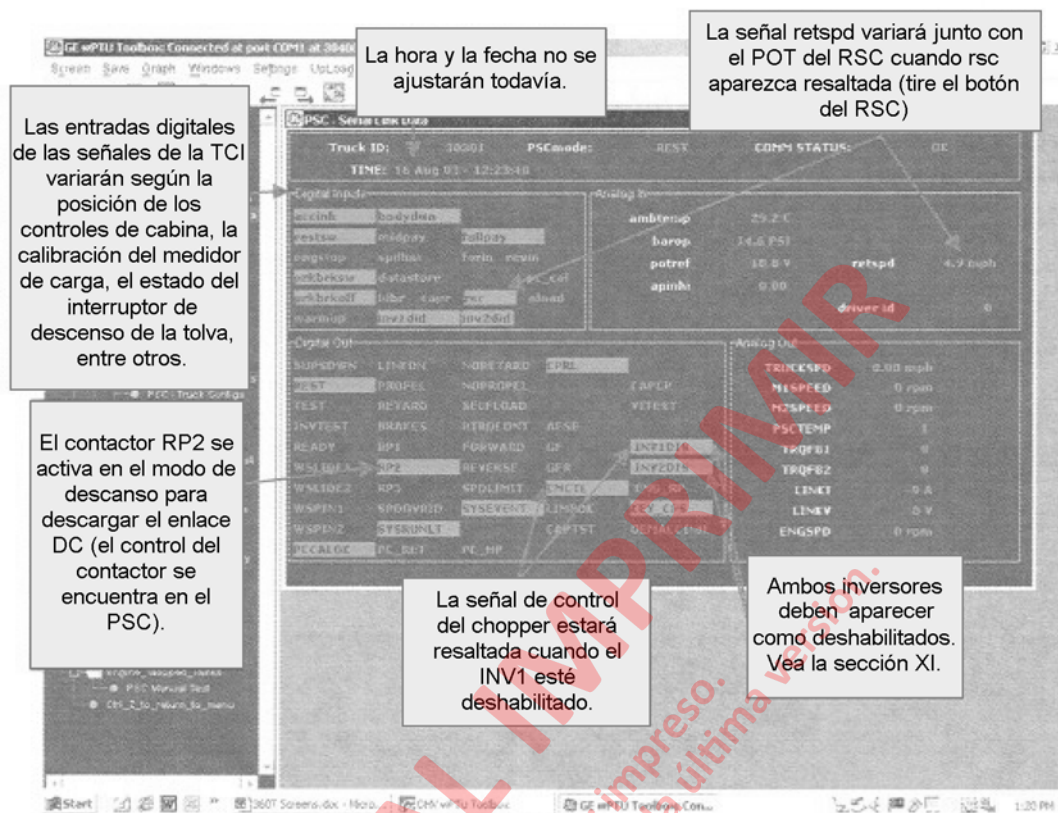

FIGURA 3-4. PANTALLA DE DATOS SERIALES DEL PSC
- Verifique que los valores análogos y digitales sean similares a los del ejemplo de la Figura 3-4.